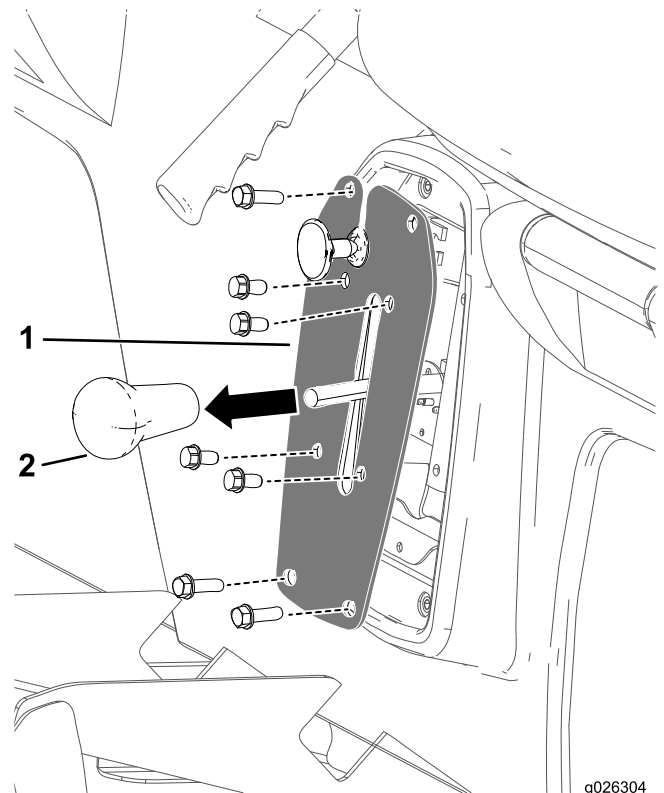

Figure 39
1. Retirez le pommeau du levier inverseur de marche (Figure 39).
2. Retirez les 4 boulons qui fixent la grille d'inverseur à son support (Figure 39).
3. Retirez les 4 boulons qui fixent la grille d'inverseur sur la base des sièges et déposez la plaque (Figure 39).
4. Revissez le pommeau sur le levier inverseur et serrez-le à la main (Figure 39).